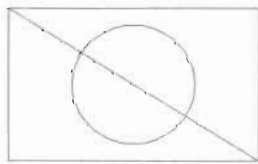

图 5-122
(1) 根据原始文件的路径打开图形,如图 5-122 所示。